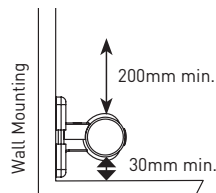

Fig. 4
- Osservare le distanze minime sotto e sopra la stufetta come indicato in [Fig. 4].